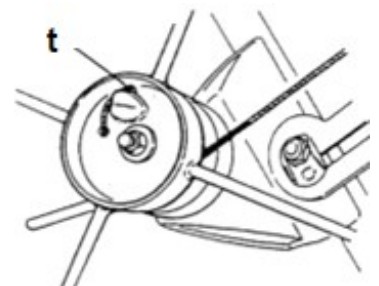

Figura 20
1. O momeală de acostare liberă, pe care nu am slăbit-o de la ancorarea în uneltele de înfășurare. O frânghie întinsă și o gaură în tamburul troliului. (Figura 20)